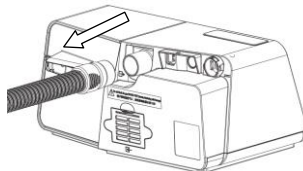
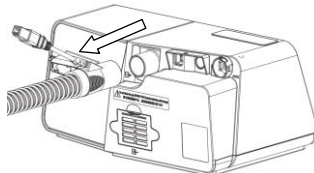

Fig. 19-4
Fig. 19-5
- (1) Scoateți tubul din dispozitiv și masca înainte de curățare.
- (2) Țineți de manșonul tubului de aer și trageți-l ușor, îndepărtându-l de dispozitiv, așa cum este indicat în Fig. 19-4. Sau deconectați alimentarea tubului încălzit, apoi țineți de manșonul tubului încălzit și trageți-l, îndepărtându-l de dispozitiv, așa cum este indicat în Fig. 19-5.